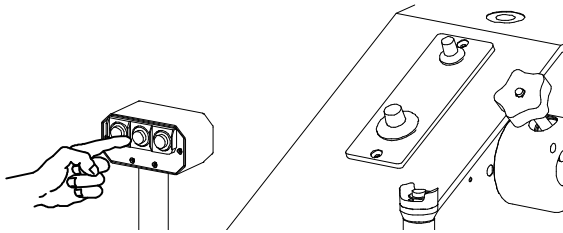

Fig. 13
d) O botão nº 2 (Fig. 13), ao centro do quadro, é usado no caso de corte de materiais semi-duros com o emprego de utensílios com um desenvolvimento linear médio.